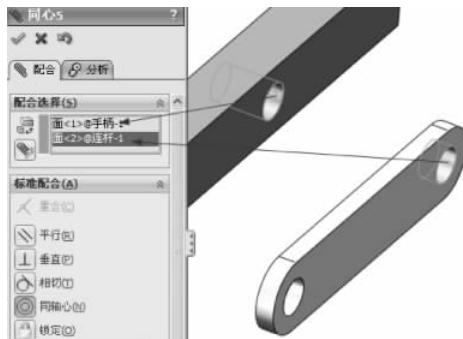

图 3-20 同轴心配合
(2) 单击【装配体】工具栏中的【配合】按钮 , 弹出【配合】的属性设置。在【标准配合】选项组下选择【同轴心】配合类型 , 单击【配合选择】选项组下的选择框, 然后在图形区域中选择手柄中间位置的通孔和连杆一端的通孔, 如图 3-20 所示, 单击【确定】按钮 。